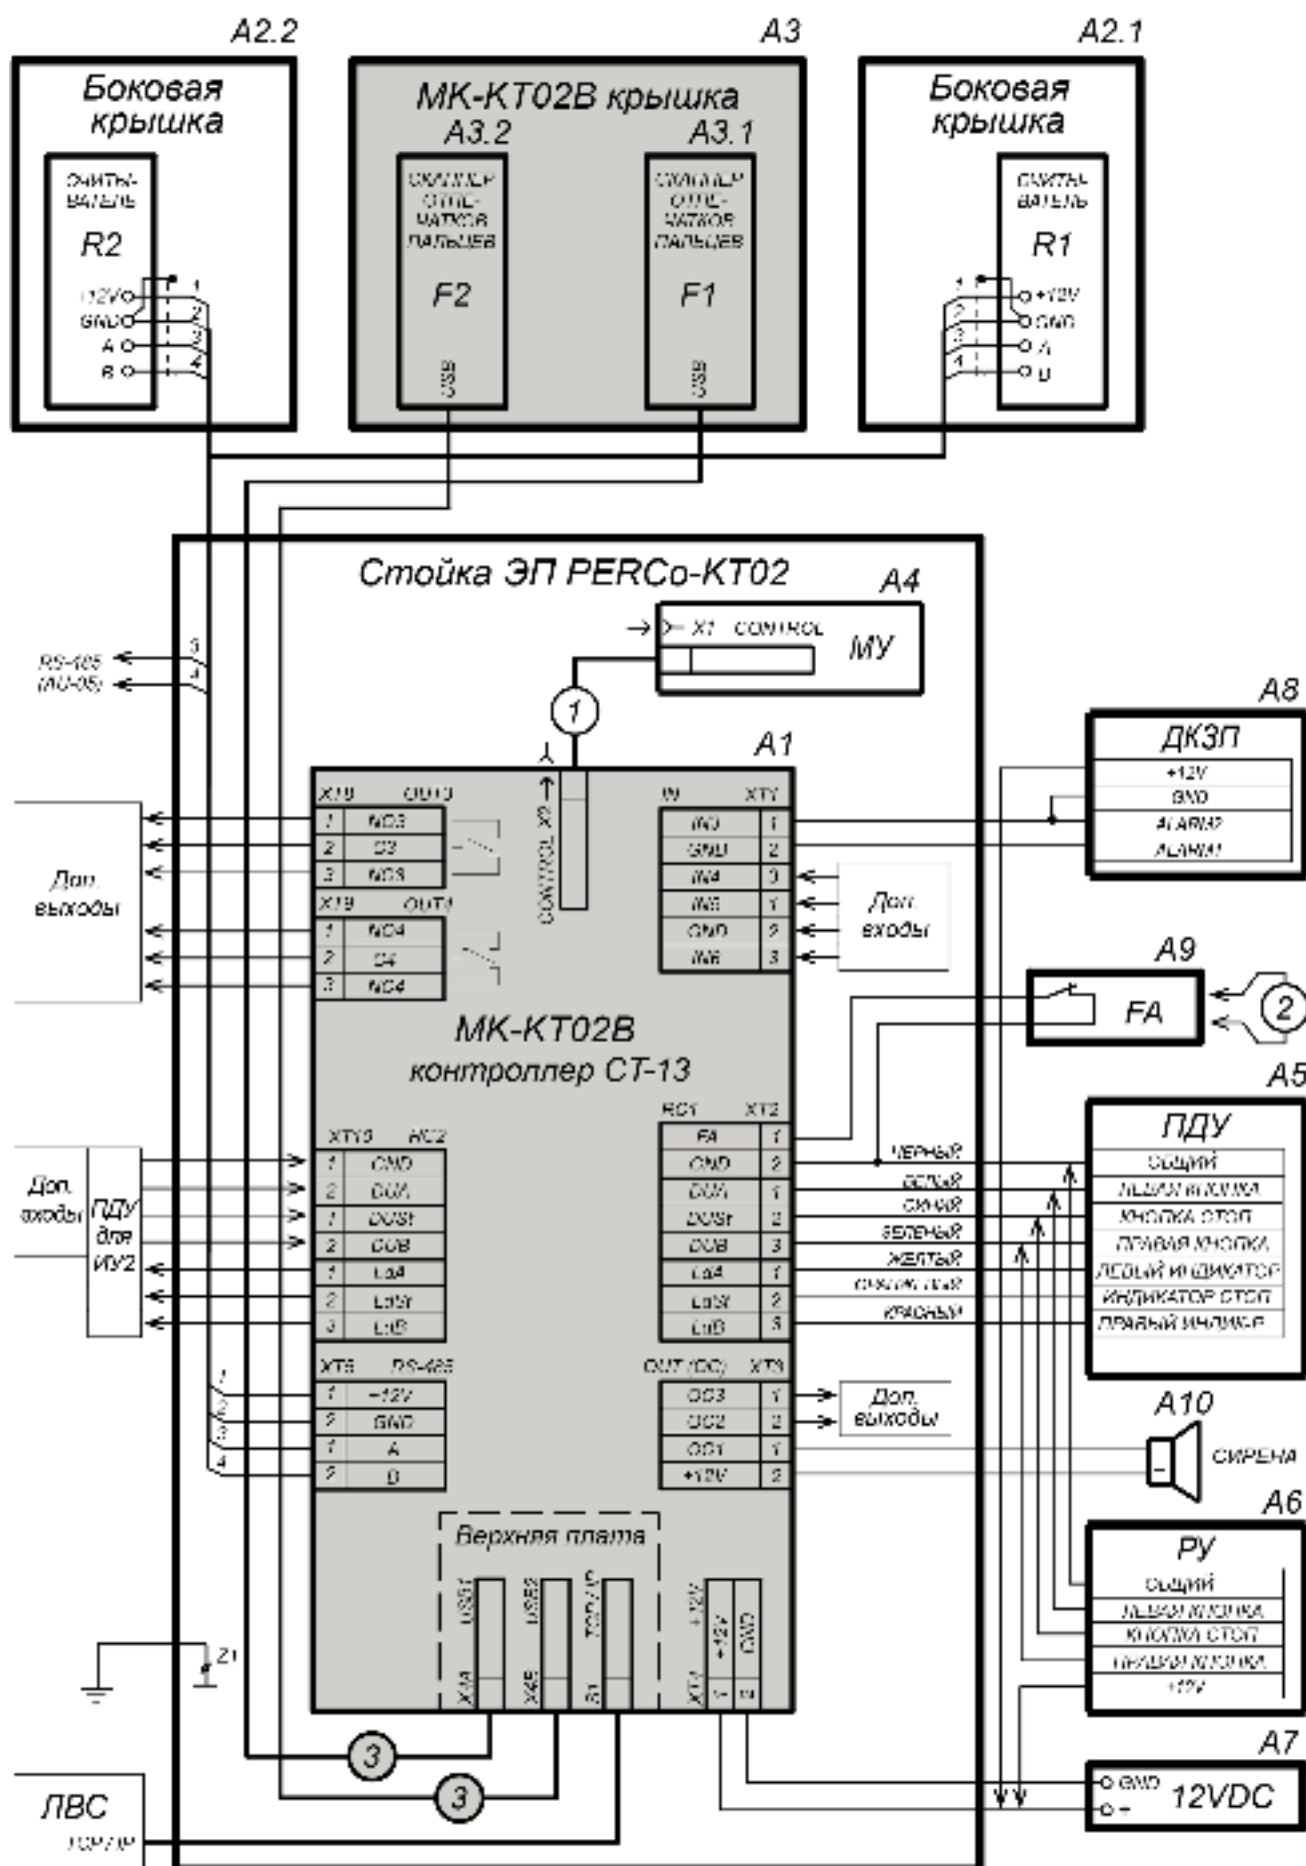

Рисунок 2. Схема подключения контроллера **PERCo-CT13** к ЭП типа **PERCo-КТ02** (серым цветом выделены элементы монтажного комплекта **PERCo-МК-КТ02В**)
6. Подключите кабели к контроллеру **PERCo-CT13** в соответствии со схемой соединений, представленной на рис. 2, и закрепите их на кронштейне с помощью стяжек из комплекта поставки.